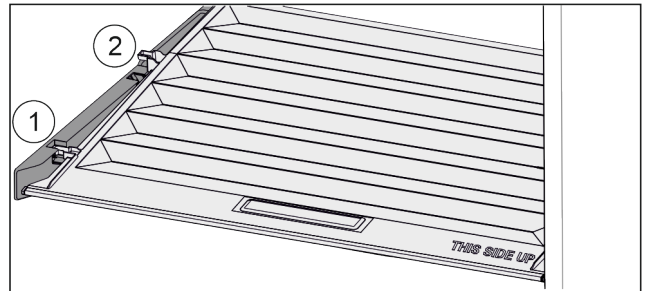

Fig. 73
- Tirer le couvercle vers l'avant jusqu'à l'orifice des pièces de retenue Fig. 73 (1).
- Le soulever par le bas à l'arrière et le sortir par le haut Fig. 73 (2).